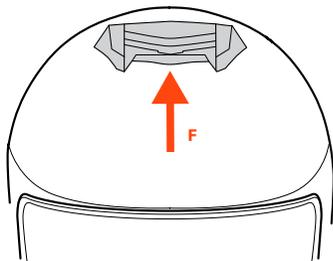

FIGURA 5
#### **PRESA D'ARIA FRONTALE SUPERIORE – F – Figura 5/6**
- Figura 5: presa d'aria completamente chiusa.